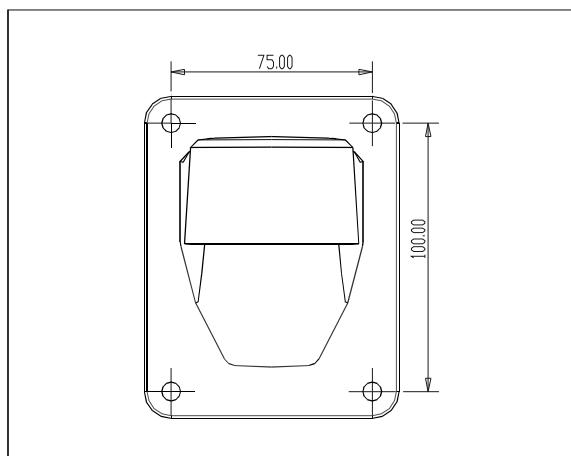

图2.2-1
1. 在安装的墙壁上，用壁挂支架作样板，画出钻孔的中心位置。（如图2.2-1 所示）